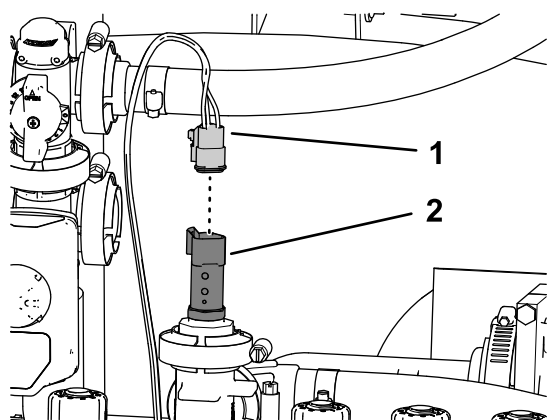

Рисунок 131
1. Подсоедините 3-гнездовой разъем ответвления жгута проводов длиной 61 см из комплекта с маркировкой PRESSURE TRANSDUCER GREEN WEDGE (ЗЕЛЕНЫЙ ТРЕУГОЛЬНИК ДАТЧИКА ДАВЛЕНИЯ) к 3-штыревому разъему датчика давления (Рисунок 131).